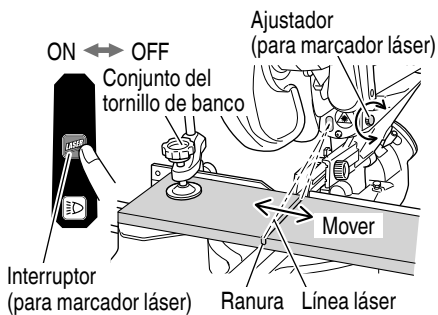

Fig. 23
- (1) Encienda el marcador láser y efectúe un ranura de aproximadamente 5 mm de profundidad en una pieza de trabajo de aproximadamente 20 mm de alto y 150 mm de ancho. Sostenga la pieza de trabajo ranurada mediante el tornillo de carpintero tal como está, y no la mueva. Para el trabajo de ranurado, refiérase a "13. Procedimientos de corte de ranuras" en la página 131.
- (2) Luego, gire el ajustador y desplace la línea de láser. (Si gira el ajustador en el sentido de las agujas del reloj, la línea de láser se desplazará hacia la derecha, y si lo gira en el sentido contrario a las agujas del reloj, se desplazará hacia la izquierda). Cuando trabaje con la línea de tinta alineada con el lado izquierdo de la cuchilla de sierra, alinee la línea de láser con el extremo izquierdo de la ranura (Fig. 23). Cuando la alinee con el lado derecho de la cuchilla de sierra, alinee la línea de láser con el lado derecho de la ranura.
- (3) Luego de ajustar la posición de la línea de láser, trace una línea de tinta en ángulo recto sobre la pieza de trabajo y alinee la línea de tinta con la línea de láser. Cuando alinee la línea de tinta, deslice poco a poco la pieza de trabajo y asegúrela mediante el tornillo de carpintero en una posición en que la línea de láser coincida con la línea de tinta. Trabaje de nuevo en el ranurado y fije la posición de la línea de láser. Si desea cambiar la posición de la línea de láser, vuelva a realizar los ajustes desde los pasos (1) a (3).